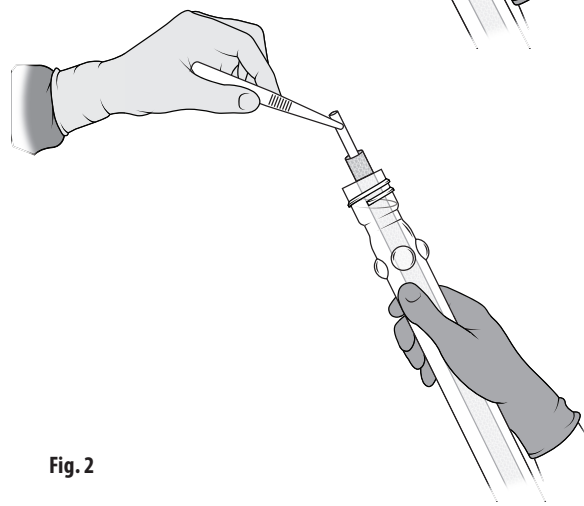

Fig. 2
- Spindelen flyder over slangens åbning. Fjern protesen aseptisk fra slangen ved at gribe fat i enden af spindelen og løfte den forsigtigt ud af slangen. Fig. 2. Protesen må ikke berøre slangens udvendige øverste kant. T-stykket i bunden af spindelen vil forhindre transplantatet i at glide af spindelen.